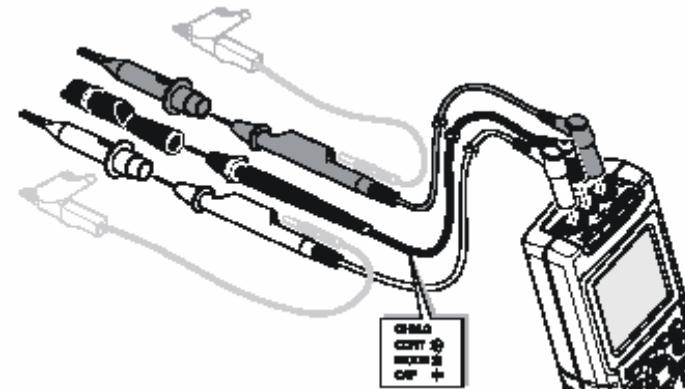

Рис. 1-7 Установка параметров измерения
- Сначала присоедините красный экранированный тестовый шнур от входа А и серый экранированный тестовый шнур от входа В к измеряемому сигналу. Соедините короткий провод заземления с соответствующим входом. (См. рис. 1-7)
Для измерения электропроводности, ёмкости, сопротивления (Ω) и проверки диодов используйте красный экранированный тестовый шнур из входа А и чёрный неэкранированный шнур заземления из входа COM. (См. рис. 1-7)